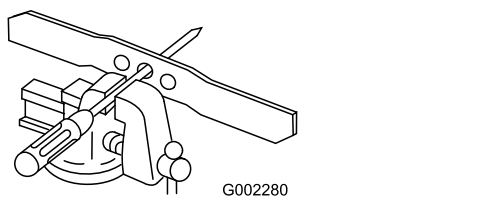

Рисунок 31
1. Проверьте балансировку ножа, поместив центральное отверстие в ноже поверх гвоздя или стержня отвертки, зажатых горизонтально в тисках (Рисунок 31).